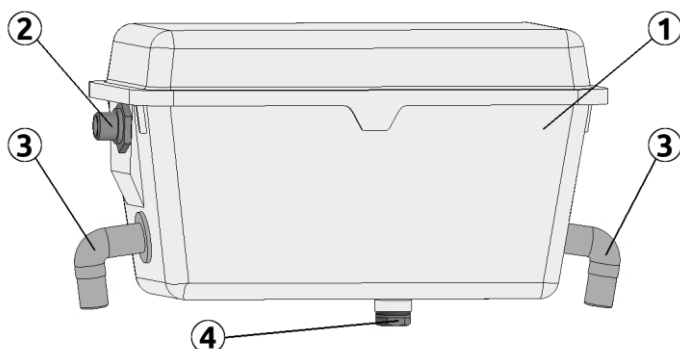

Рисунок 2.5
Бачок линии поения (рис. 2.5) представляет собой пластиковую емкость (1) с поплавковой запорной арматурой (2). Вода подается в бачок под давлением, которое регулируется в узле водоподготовки. Из бачка, через гибкие прозрачные шланги (3), вода самотеком подается в линии поения. Высота установки бачков относительно линий поения обеспечивает требуемый уровень водяного столба в ячейках клеточных батарей.